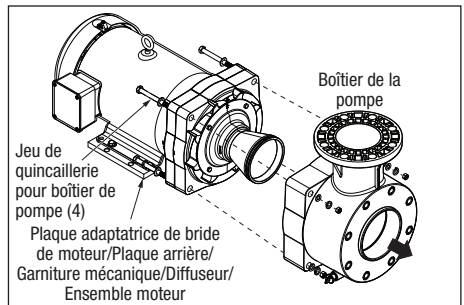

Figura 13. Retirer le boîtier de la pompe
8. Con una llave de 15/16", afloje los cuatro (4) tornillos hexagonales de la tornillería del alojamiento de la bomba que sujetan el alojamiento de la bomba al conjunto del motor, la placa adaptadora de la brida del motor, la placa de apoyo, el sello mecánico, el impulsor y el difusor. Consulte la Figura 13.
9. Tire cuidadosamente del alojamiento de la bomba para separarlo del conjunto del motor. Verifique que el difusor se separa del alojamiento de la bomba durante este proceso. Consulte la Figura 13.